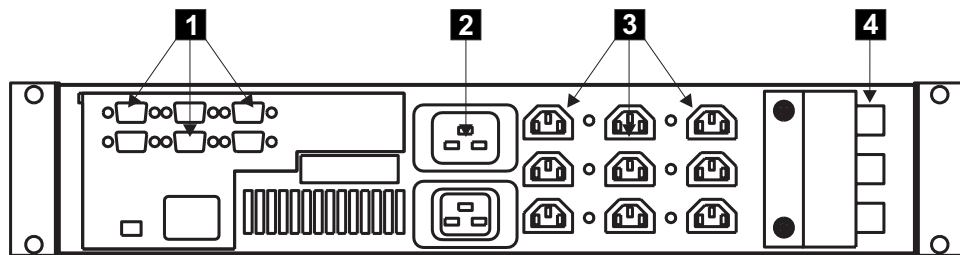

図 205. 2145 無停電電源装置 (背面図)
2. 2145 UPS (図 205) の背面の SAN ボリューム・コントローラーの電源ケーブル **3** を切り離します。
4. 主電源ケーブル **2** (図 205) を切り離します。